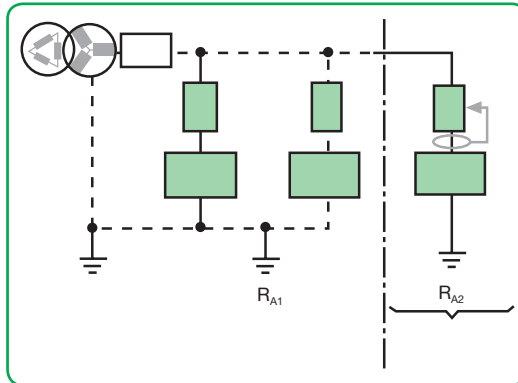

Fig. 5.5. Tomas de tierra separadas.
• **Protección de circuitos con grupos de masas unidos a tomas de tierra separadas.** Protección contra los contactos indirectos con diferenciales en cabecera de cada grupo de masas unidas a una misma tierra. Ver **fig. 5.5**.